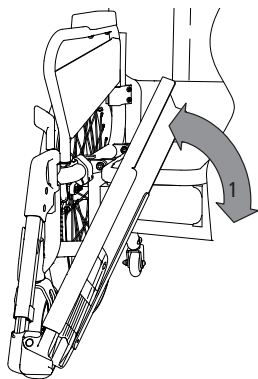

fig. 26
1. Fodbrættet kan alt efter, hvilken siden det er monteret på, drejes enten til venstre eller højre, op eller ned (1, fig. 26).